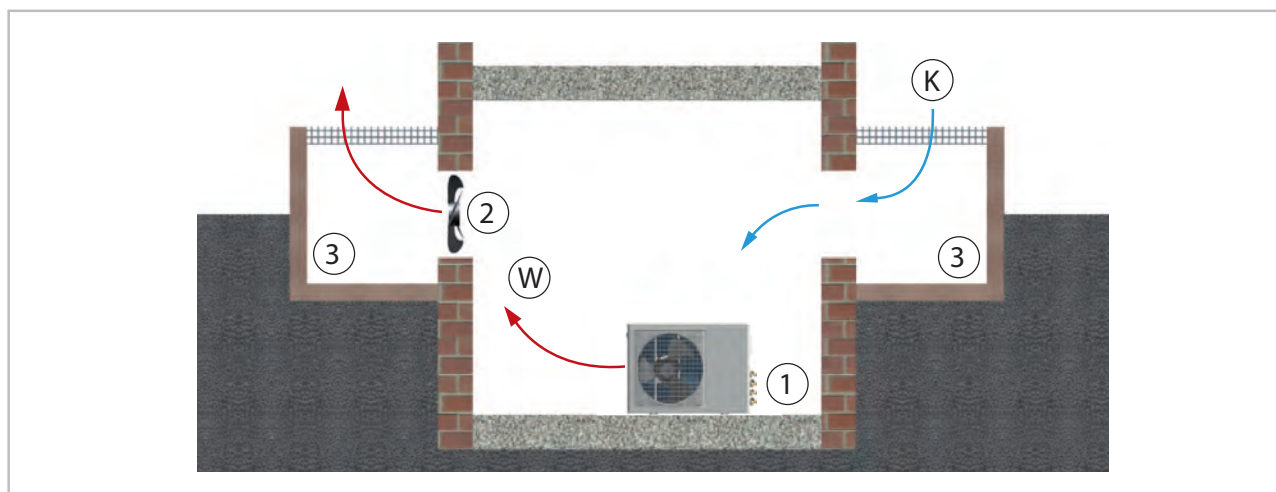

Fig. 20: Installation en intérieur
- Veillez à garantir une évacuation suffisante de la chaleur lorsque l'unité extérieure est installée dans une cave, sous les combles, dans des pièces annexes ou dans des ateliers (Voir la Fig. 20).
- Installez un ventilateur supplémentaire disposant d'un débit volumétrique d'air identique à celui de l'unité extérieure à monter dans la pièce et pouvant compenser pour les éventuelles pertes de pression additionnelles par des canaux d'air (Voir la Fig. 20).